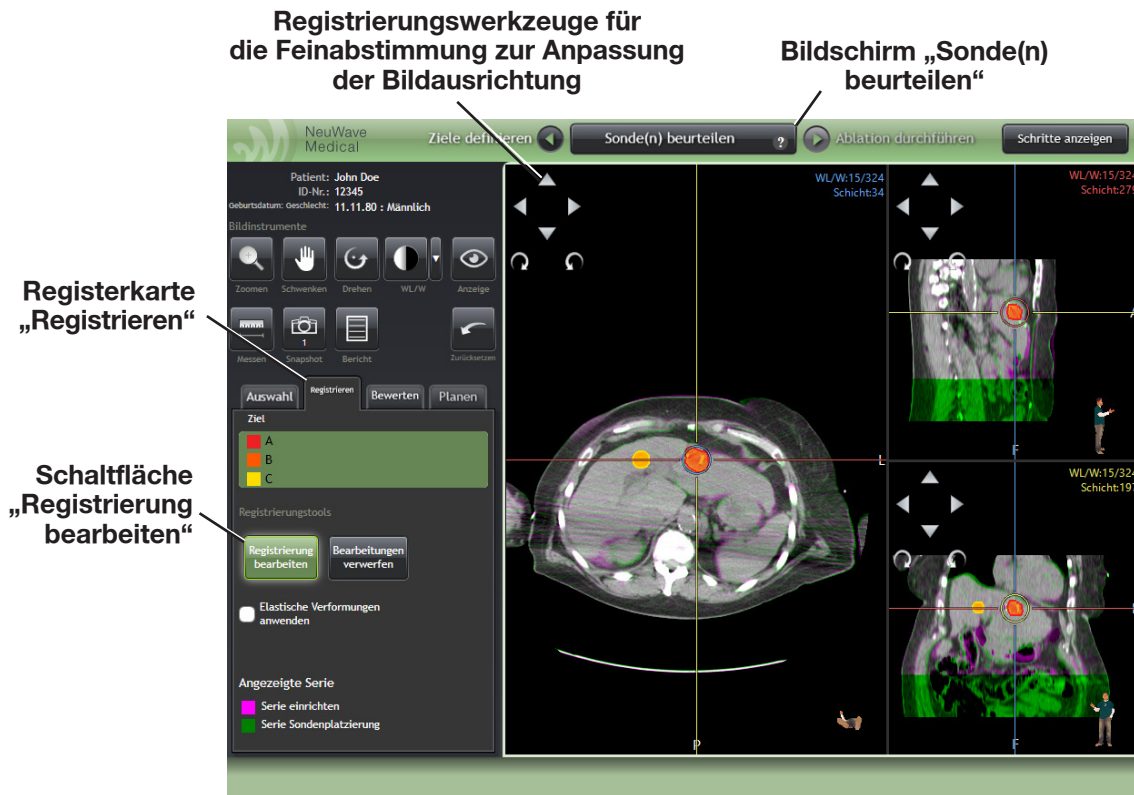

Abbildung 3-31: Registrierung bearbeiten.
- Die Registrierung kann mithilfe des Werkzeugs **Registrierung bearbeiten** manuell geändert werden. Sobald das Werkzeug **Registrierung bearbeiten** ausgewählt wurde, werden auf den Serien-Bildern senkrechte und waagerechte Achsenlinien und ein Kreis gezeichnet (siehe Abbildung 3-31). Der Kreis wird um den aktuellen Referenzpunkt zentriert.
- In jeder Bildansicht werden außerdem vier Pfeilspitzen und zwei im und gegen den Uhrzeigersinn drehende Pfeile in der oberen linken Ecke jedes Bildes angezeigt, mit denen die Ausrichtung der beiden Bildsätze angepasst werden kann (Abbildung 3-31).
Wenn die Anzahl der von der ABLATE-IQ Software gefundenen Sonden nicht mit der Anzahl der im Patienten vorhandenen Sonden übereinstimmt, kann der Benutzer die fehlenden Sonden manuell definieren. Der Abschnitt „Löschen und Erstellen von Sondenanzeigen“ zeigt Ihnen, wie Sie Sonden manuell definieren können. Führen Sie die folgenden Schritte aus, um die von der ABLATE-IQ-Software gefundenen und in der Sondentabelle (Abbildung 3-31) angezeigten Sonden zu beurteilen: